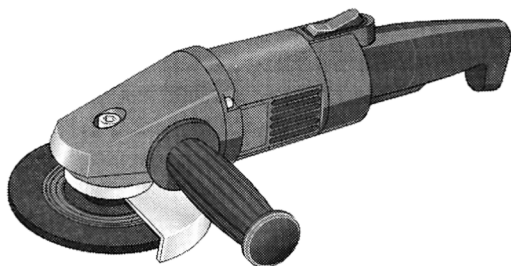

Рис. 2.61. Углошлифовальная машина
**Углошлифовальная машина** (рис. 2.61). В просторечии — болгарка. Наряду с перфоратором является универсальным инструментом для работы с металлом, камнем, деревом и пластиком. Болгаркой можно обработать практически любой материал: отшлифовать, сделать пропил и разрезать. В электромонтажных работах используется в основном для вырезания штраб под кабель и как приспособление для резки материала и заточки инструмента. Как и в случае с перфораторами, профессиональный инструмент заметно отличается от бытового.